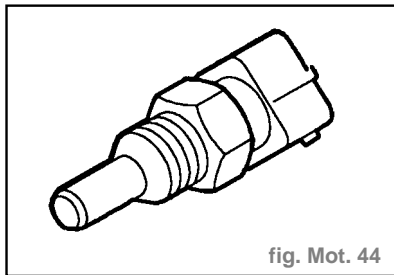

fig. Mot. 44
- Sonde de température de liquide de refroidissement (fig. Mot. 44) :